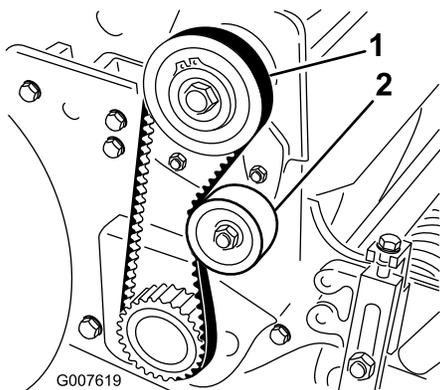

Figura 29
2. Verifique a tensão pressionando a correia a meio curso entre as polias (Figura 29) com uma força de 1,8 a 2,3 kg. A correia deverá flectir-se 6 mm.
- A. Desaperte a porca de montagem da polia intermédia e incline-a para o lado de trás da correia até que obtenha a tensão desejada da correia (Figura 29).